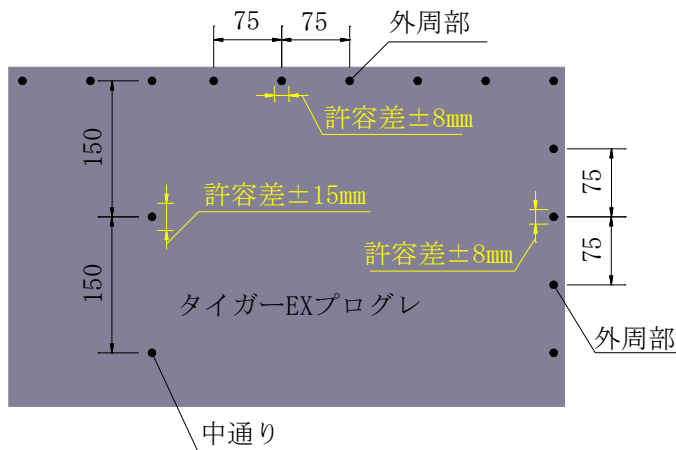
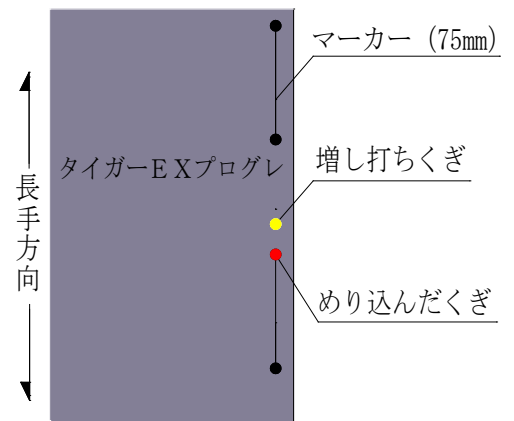

図 2-1 マーキングからのずれの許容差について
図 2-2 増し打ち概略
- ・くぎ留め間隔が外周部で 75mm（マーキングからのくぎのずれの許容差：±8mm）以下、中通りで 150mm（マーキングからのくぎのずれの許容差：±15mm）以下になっていない場合やくぎがめり込んだ場合、外周部 75mm 以下、中通り 150mm 以下になるようにくぎを増し打ちしてください（図 2-1、図 2-2 参照）。
- ・木材の節などによりくぎが斜めに打ち込まれ、下地から外れている場合、その近くにくぎを増し打ちしてください（図 2-2 参照）。